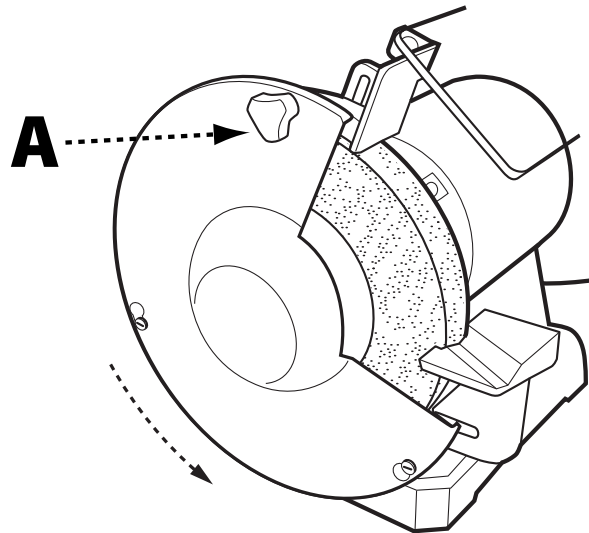

FIGURA 4
1. Retire los tornillos de mariposa (A) sujetando la cara exterior de la guarda de la muela al marco de la herramienta. Vea la Figura 4.